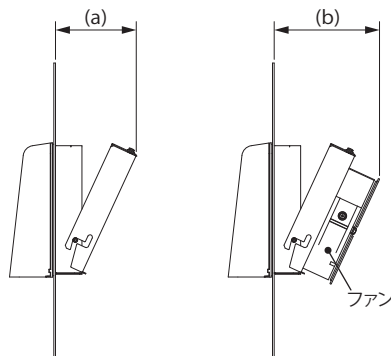

図 25
・キャビネット内飛出し寸法および作業スペースを考慮してください。SLS-20FR(C)・FSR、24FR(C)・FSR、4424FR(C)・FSR、OSLP-2A(C)、WLP-17(C) 組み合わせ時の飛出し寸法は a、b 寸法がキャビネット内飛び出し寸法となります。(図 25)